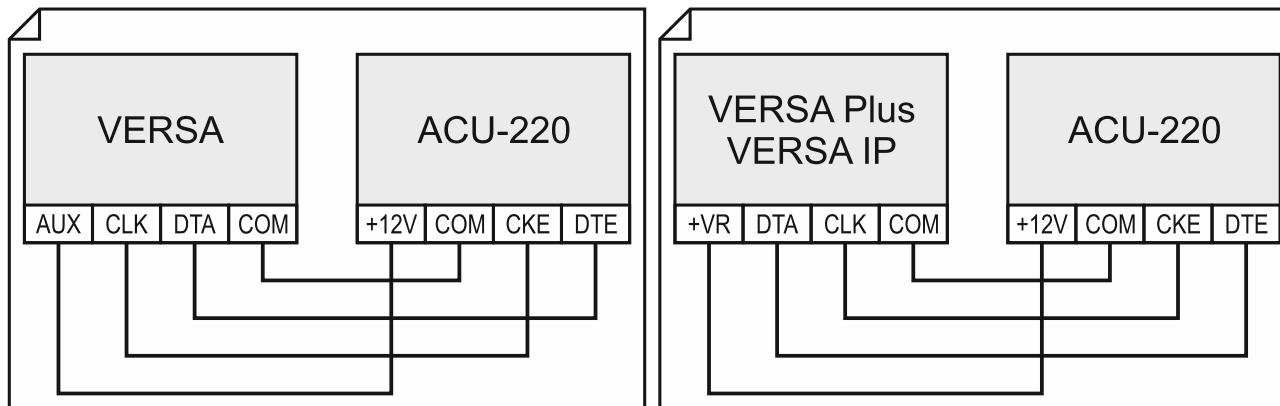

Рис. 7. Способ подключения контроллера к прибору VERSA / VERSA Plus / VERSA IP.
**VERSA / VERSA Plus / VERSA IP:** клеммы CKE, DTE и COM следует подключить к соответствующим клеммам шины связи прибора (рис. 7).